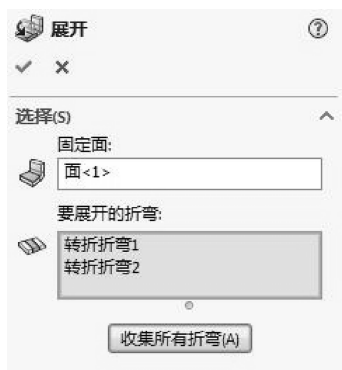

图 6-36 【展开】属性面板
- 01 在钣金零件中，单击【钣金】选项卡中的【展开】按钮，或执行菜单栏中【插入】|【展开】命令，弹出如图 6-36 所示的【展开】属性面板。